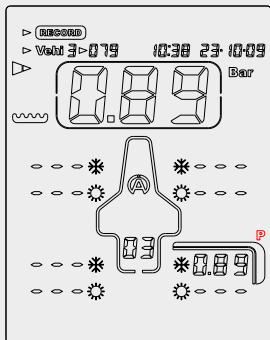

Figura 4
5) Collegare Tyrecontrol alla valvola del pneumatico (figura 4)